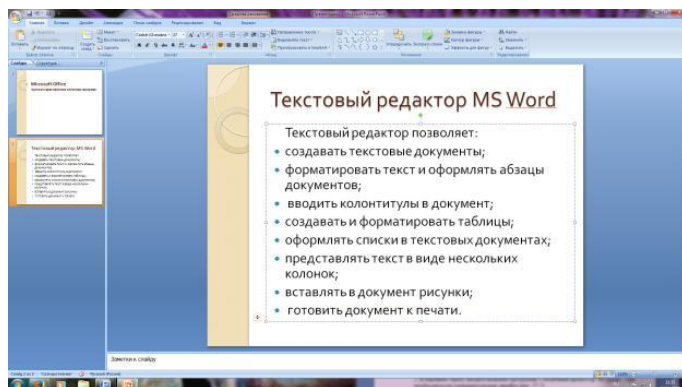

Рис. 4. Текстовый слайд со списком
4. Готовый слайд будет иметь вид, как на рис. 4.